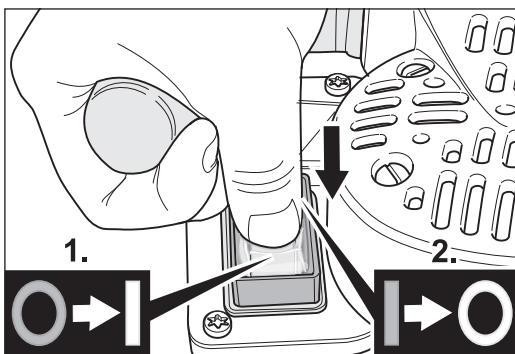

Abb. 8 Einschalten (1.) und ausschalten (2.) der Maschine am Wippenschalter.
- 2 Drücken Sie am Wippenschalter auf „I“ (Abb. 8, 1.). Der Schalterknopf rastet ein und der Motor wird eingeschaltet.
- 2 Drücken Sie am Wippenschalter auf „0“ (Abb. 8, 2.). Der Schalterknopf rastet ein und der Motor wird ausgeschaltet.